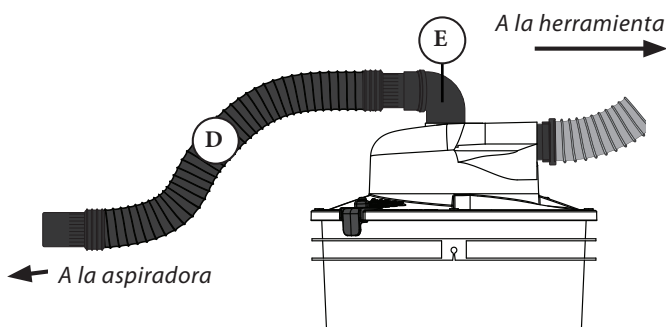

FIG. 4
4. Conecte la Tapa Separadora (A) del Low-Pro puerto de salida superior a su aspiradora con Manguera (D) y Codo (E) como se muestra en [FIG. 4].